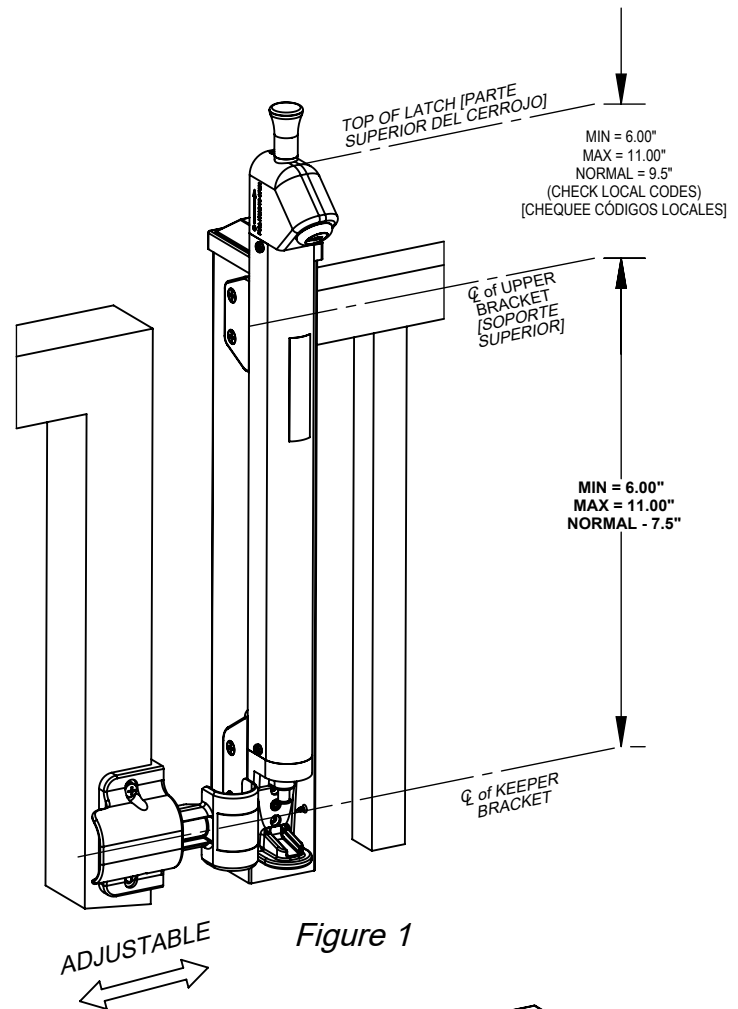

Figure 1
1. Align the rear groove in the Main Latch Body with the tab in the Upper Bracket and slide the Latch into position. Using a measuring device, locate the top of the Latch at the proper height (Figure 1). NOTE: Refer to all local building codes.
*[Alinee la muesca trasera del cuerpo principal del cerrojo con la aleta del soporte superior y deslice el cerrojo hacia su posición. Con la ayuda de un elemento de medición, ubique la parte superior del cerrojo a la altura correcta (Figure 1). NOTA: Consulte todos los códigos de construcción locales.]*